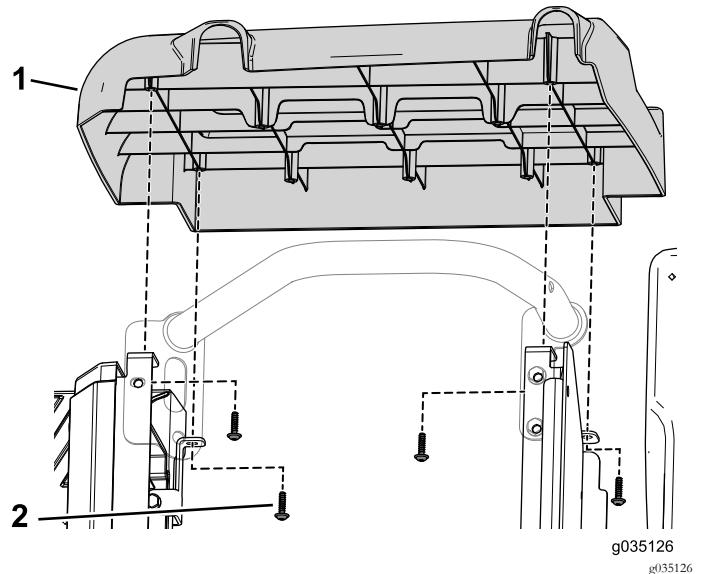

図 95
5. キットに入っている左右のサイドパネルを、前座席ベースに固定するタッピングねじ3/32 x 7/8 インチ8本を使う図 95。